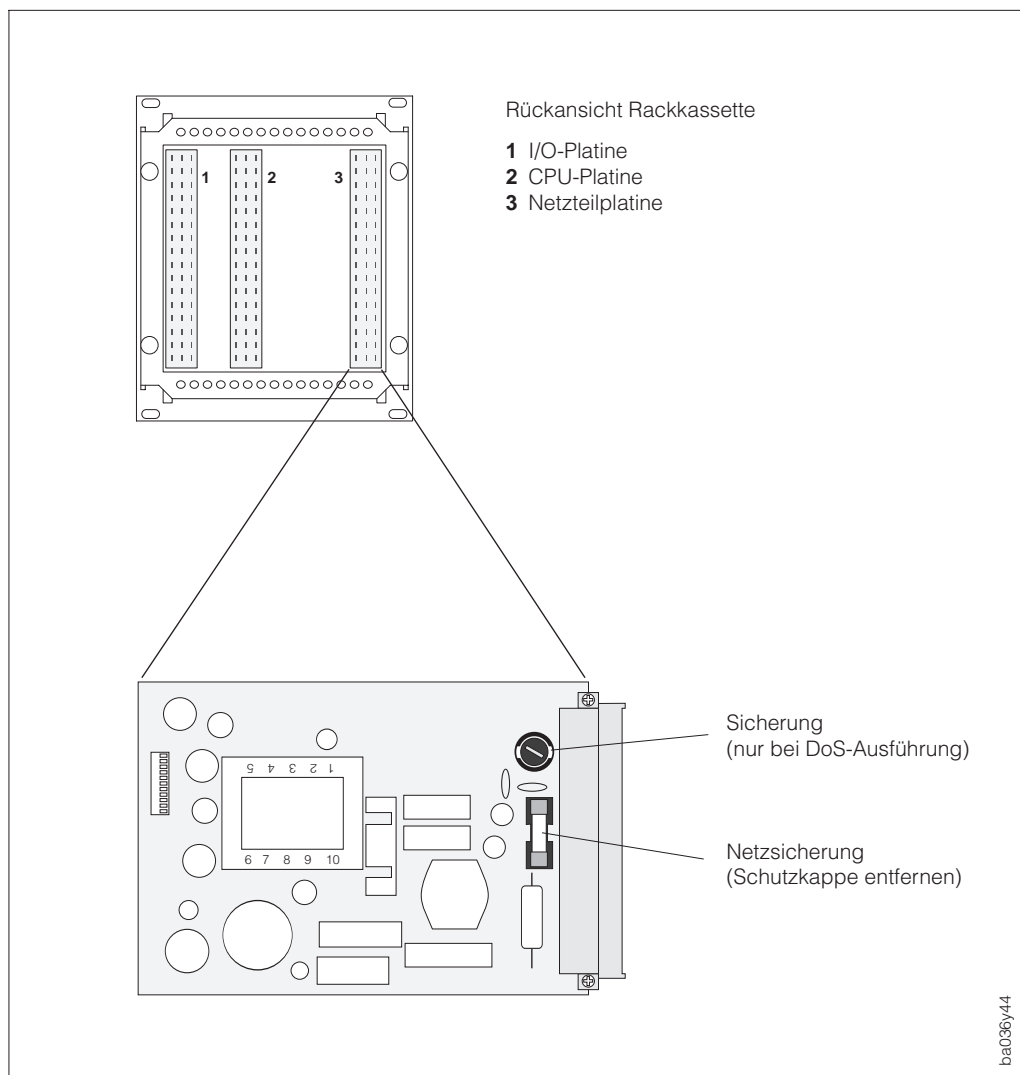

Abb. 21
3. Die auszutauschenden Gerätesicherungen befinden sich auf der Netzteilplatine (s. Abb. 21). Bauen Sie dazu die Netzteilplatine, wie auf Seite 104 beschrieben, aus. Verwenden Sie ausschließlich folgenden Sicherungstyp: